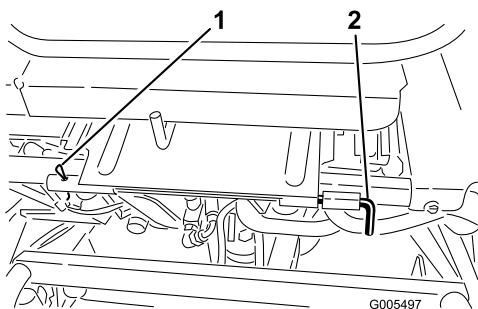

図 27
3. 座席を降ろし、回転軸を固定しているロールピンを抜き取る 図 27。